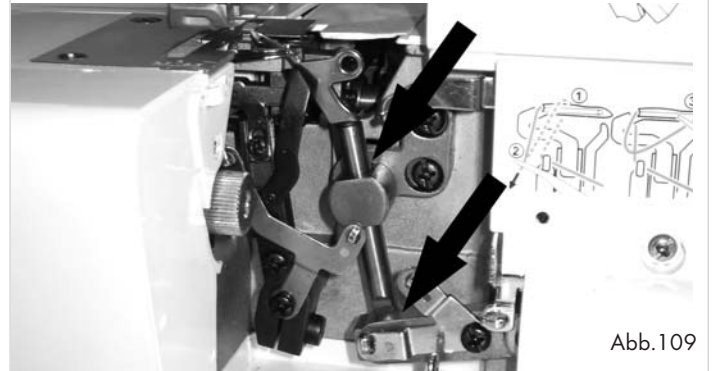

Abb. 109
- Schmieren Sie die Maschine regelmäßig an den auf der Abbildung 109 gezeigten Schmierpunkten. Verwenden Sie hierzu ausschließlich Nähmaschinenöl.